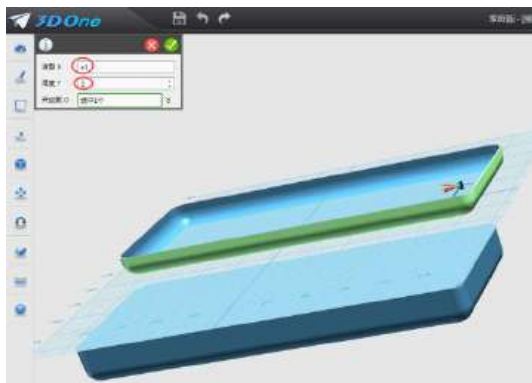
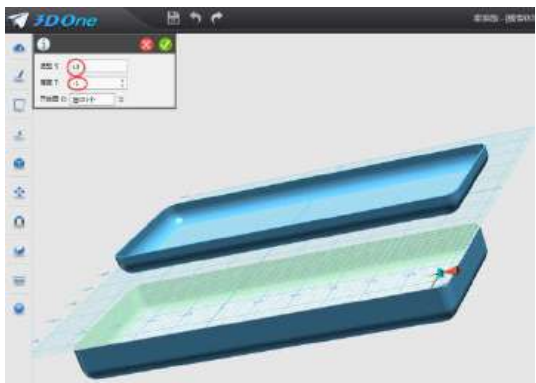

图 7-10
图 7-11
3.分别对铅笔盒体与盒盖进行抽壳：对铅笔盒盖进行抽壳，鼠标移到屏幕最左侧选择“抽壳”命令，出现对话框，造型：选择盒盖；厚度：输入1；开放面：选择盒盖体上面，如图7-10。同样对铅笔盒体进行抽壳，造型：选择盒体；厚度：输入-1；（注：与盖体相反，这样比盒盖小能正好扣上去）开放面：选择盒体上面，如图7-11。